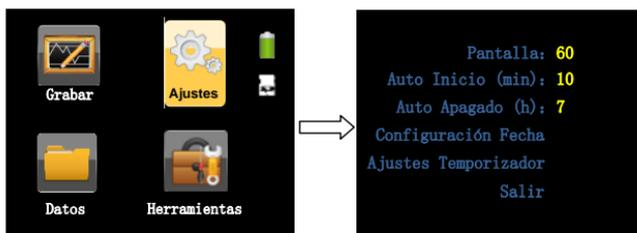

Figura 1-13 Interfaz “Ajustes”
☺ para cambiar el marco amarillo al icono “Ajustes” . Presione el Botón **On-Off / OK** ①/☑ para entrar en la interfaz “Ajustes”. El usuario puede ajustar la configuración, y presionando el Botón **On-Off / OK** ①/☑ para confirmar el ajuste, como se muestra en la Figura 1-13.